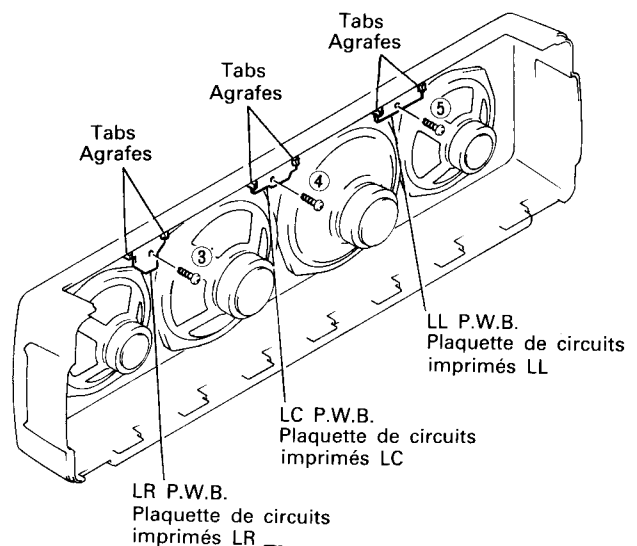

Fig. 3
4. LR P.W.B. (Fig. 3)
5. LC P.W.B. (Fig. 3)
4. Plaquette de circuits imprimés LR (Fig. 3)
5. Plaquette de circuits imprimés LC (Fig. 3)